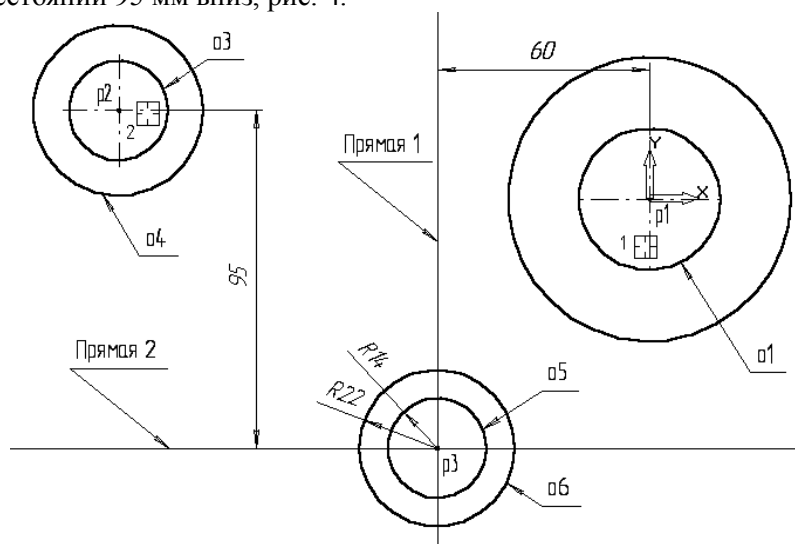

Рис. 4
6. С помощью команды **Параллельная прямая** постройте вспомогательную прямую 1, параллельную вертикальной оси симметрии окружности о1 (мишень 1) на расстоянии 60 мм слева от нее, рис. 4.
7. Затем постройте прямую 2, параллельную горизонтальной оси симметрии окружности о3 (мишень 2) на расстоянии 95 мм вниз, рис. 4.
8. Постройте окружность **о5** с осевыми линиями и радиусом 14 мм. Положение центральной точки укажите в точке р3 пересечения построенных вспомогательных прямых с помощью привязки **Пересечение**, рис. 4.